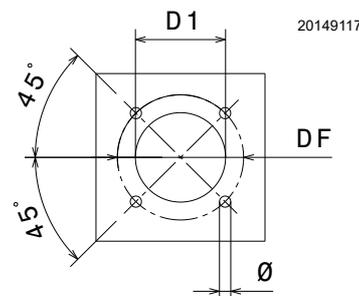

Abb. 15
Die Verschlussplatte der Brennkammer, wie in Abb. 15 durchbohren. Die Position der Gewindebohrungen kann mit dem zur Grundausrüstung gehörenden Wärmeschild ermittelt werden.
- Den gesamten Brenner in das vorher vorbereitete Bohrloch des Heizkessels einpassen, wie in Abb. 15 auf S. 21 dargestellt, und mit den beige packten Schrauben befestigen.